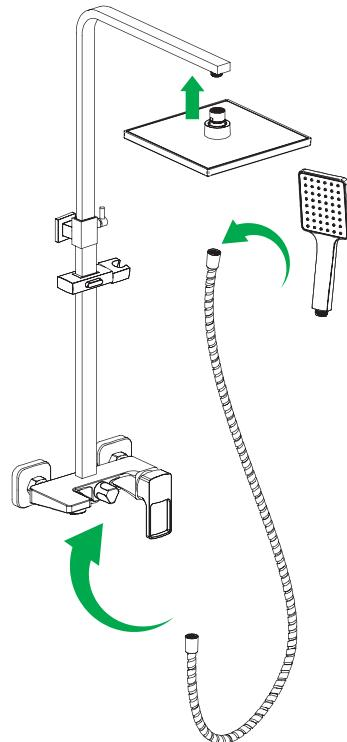

Рис. 2 / 2-сур.
- Отключите систему холодного и горячего водоснабжения. Ввинтите эксцентрические переходники (см. рис. 2) в выходы трубопроводов системы водоснабжения, предварительно уплотнив резьбовую часть изоляционным материалом. Подберите положение эксцентрических переходников, при котором они совпадут и будут соответствовать присоединительному положению смесителя. При этом положение смесителя должно быть горизонтальным.
- Установите стойку для душа (рис. 2). Отрегулируйте ее, выбрав необходимую высоту для комфортного использования. С помощью входящего в комплект крепежа установите и зафиксируйте верхний держатель стойки. Установите верхнюю душевую насадку.